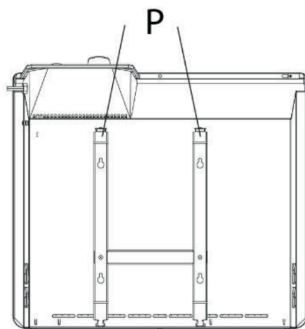

Рис. 10 Задняя панель
- Опустите вниз две защелки «Р» (см. рис. 10) на задней панели обогревателя, и потяните прибор на себя.